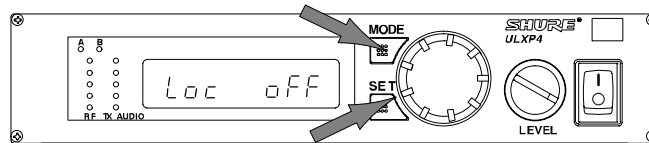

FIGURA 43
1. Mantenga oprimido el botón SET y oprima el botón MODE tres veces. En la pantalla se visualizará “Loc” (bloqueo). Vea la Figura 43.